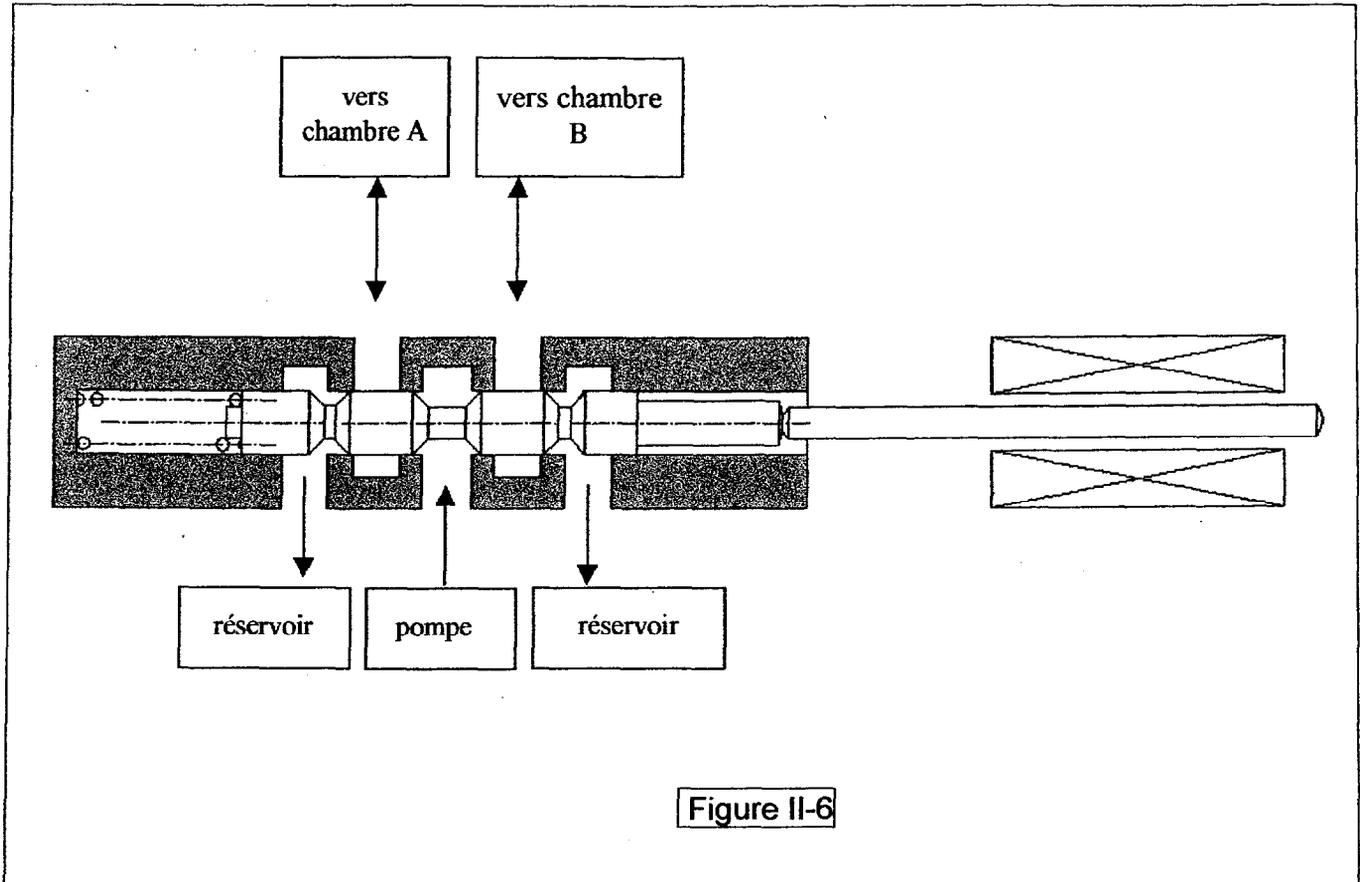

Figure II-6
2.7 – On donne sur la figure II-6 le distributeur dans la position correspondant à l'état de la figure de la page DT4/10..